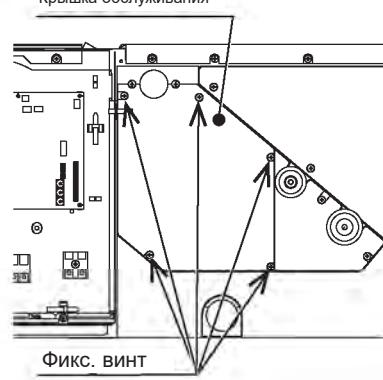

Рис. 3-2
(2) Снимите крепежные винты (5 мест), показанные на рис. 3-2, и крышку для обслуживания.